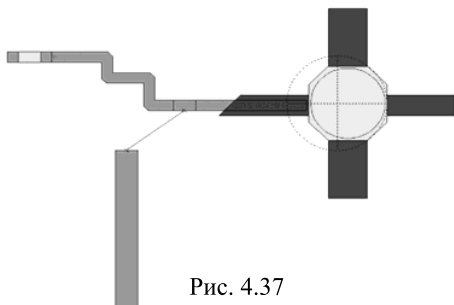

Рис. 4.37
3. Чтобы просмотреть действие этой установленной опции, изменим положение некоторых элементов топологии. Установите курсор на элемент топологии, соответствующий элементу схемы **MLEF**, нажмите левую кнопку мышки и переместите этот элемент, как показано на рис. 4.37.